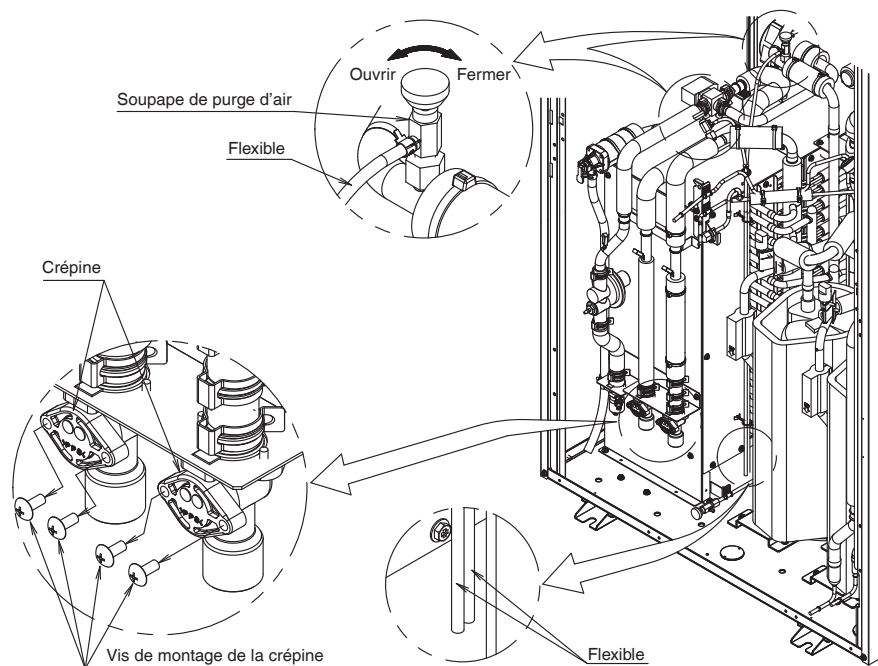

Fig. 36
- (1) Ouvrez le panneau avant (inférieur).
- (2) Ouvrez le robinet-vanne de la tuyauterie d'eau en circulation et la tuyauterie d'eau chaude entre l'unité en cascade et le réservoir de stockage d'eau chaude pour permettre à l'eau de circuler dans la machine.
- (3) **Ouvrez les deux vannes de purge d'air (voir la Fig. 36) pour purger l'air de la tuyauterie d'eau dans l'unité en cascade.**